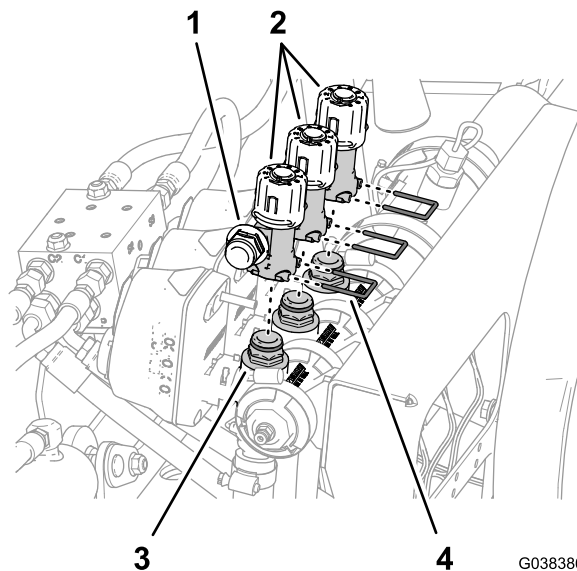

Рисунок 84
3. Снимите 3 держателя, которые крепят перепускной коллектор к коллектору распылительного клапана (Рисунок 84).
4. Поднимите перепускной коллектор, чтобы снять его с коллектора распылительного клапана (Рисунок 84).